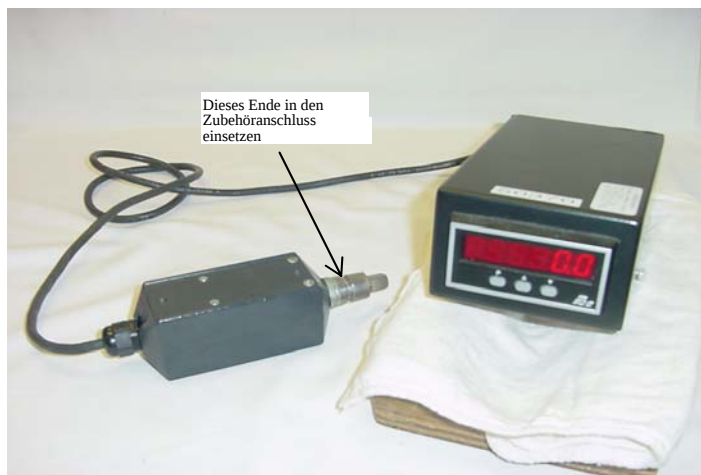

Abb. 80: Elektronisches Drehzahlmessgerät mit Digitalanzeige zur Einstellung der Drehzahlen.
G. Zur Einstellung kann auch ein digitales Drehzahlmessgerät verwendet werden (Abb. 80).